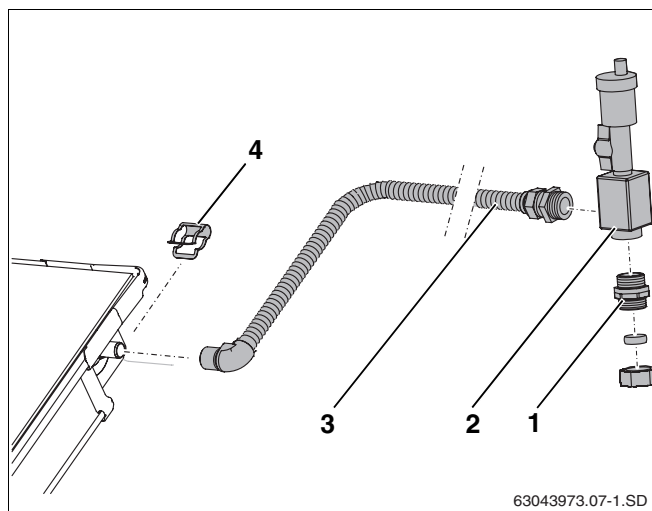

Fig. 37 Montar o dispositivo de purga por baixo do telhado
- ▶ Aplicar o tubo de ligação (fig. 37, **item 3**) sobre a ligação de impulsão do campo de colectores e fixar com grampo (fig. 37, **item 4**).
- ▶ Aparafusar o tubo de ligação (fig. 37, **item 3**) e o casquilho duplo (fig. 37, **item 1**) à câmara de ar (vedante de O-ring).
- ▶ Ligar a tubagem colectora ao casquilho duplo com união roscada de anel de aperto (fig. 37, **item 1**).